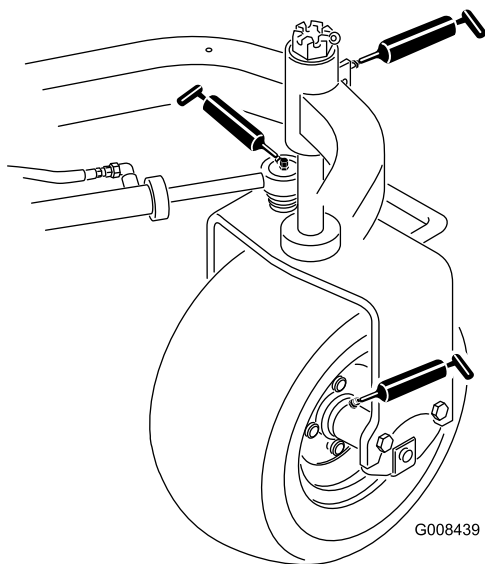

图28
- 后轮轮毂（1 个）（图28）
- 脚轮轴承（1 个）（图28）
- 转向油缸（2 个）（图28）